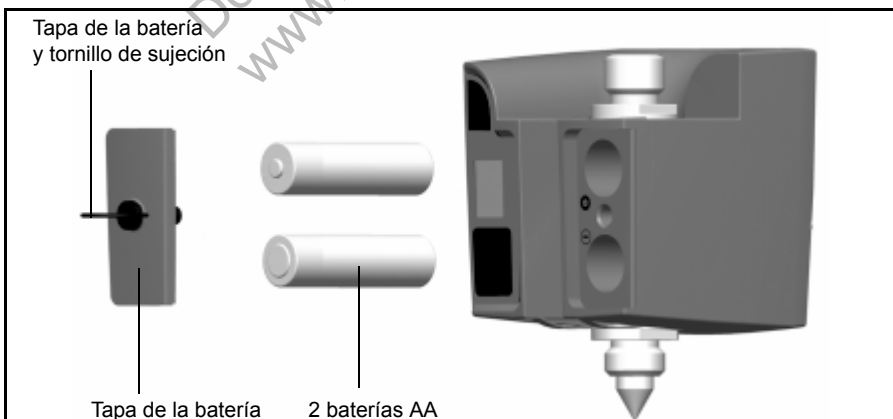

Figura 7.60 Sustitución de las baterías del ID de prismas
4. Vuelva a colocar la tapa de la batería y fíjela girando el tornillo un cuarto en el sentido de las agujas del reloj. Véase la Figura 7.60.